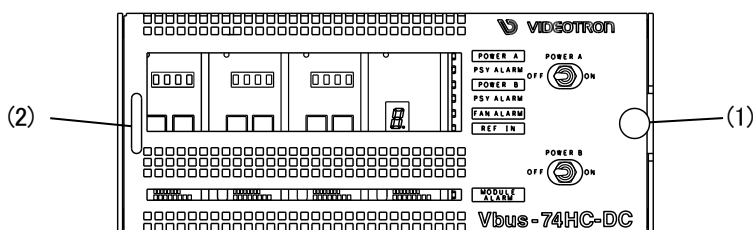

図 4-1 前面
- (1) 前面パネル固定用ネジ 図 4-1 (1) を十分に緩め、左側の取手 図 4-1 (2) を持ちながら前面パネルをゆっくり右斜め手前に引いてカバーを取り外します。